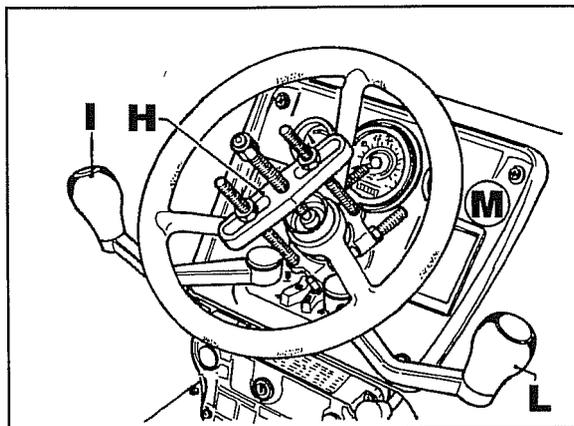

Fig. 6
- b. Con el extractor (**H**) del tipo mostrado en la fig.6, quitar el volante.
- c. Quitar la palanca de mando reductor **I** y mando cambios **L**, quitar el salpicadero **M** (fig.6).